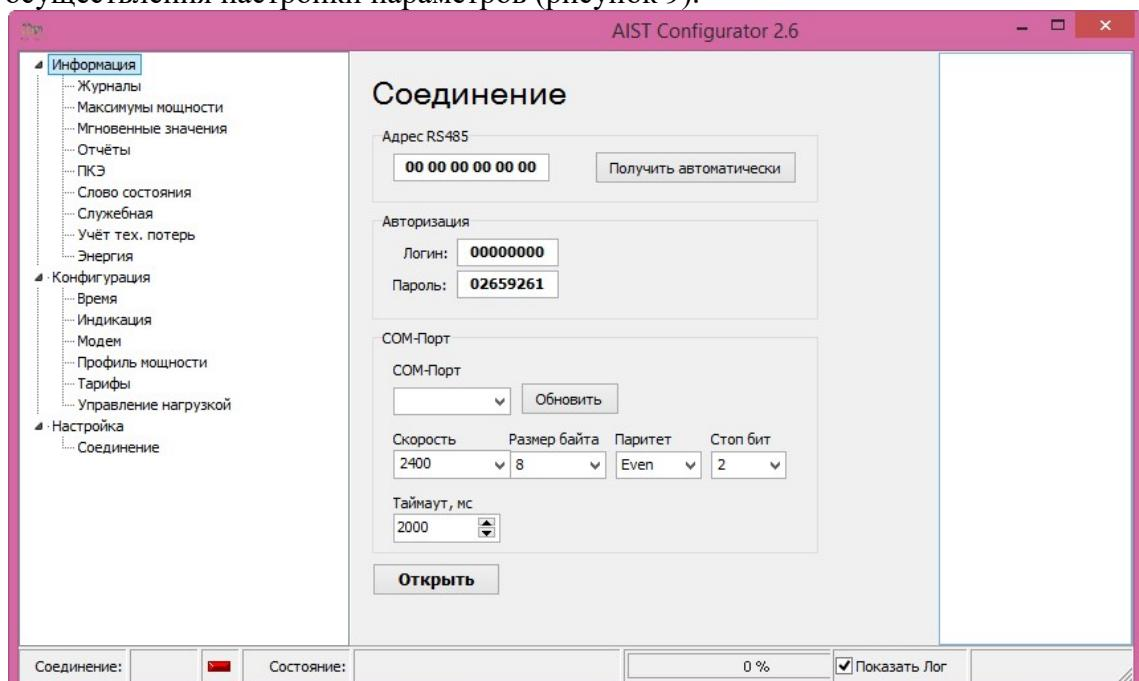

Рисунок 9 – Главная форма программы «Конфигуратор счетчика АИСТ». Радел «Настройка»→«Соединение»
- Далее на экране должна появиться главная форма программы, содержащая меню для осуществления настройки параметров (рисунок 9).